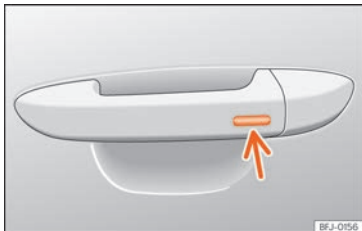

Abb. 92 Türgriff: Sensorfläche.
- Halten Sie einige Sekunden lang einen Finger über die Verriegelungssensorfläche »» Abb. 92 (Pfeil) am Türgriff, damit das Dach geschlossen wird. Wenn Sie die Sensorfläche nicht mehr berühren, wird die Schließfunktion unterbrochen.